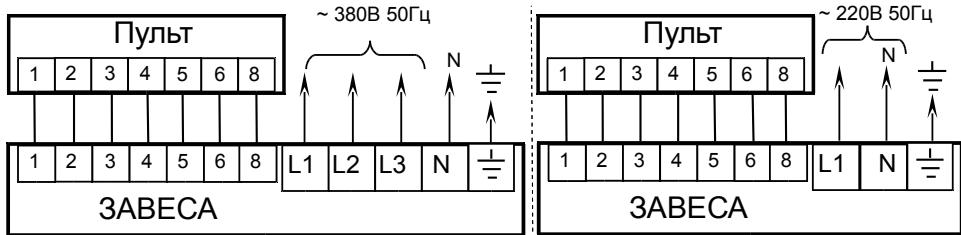

Рис. 3. Схемы подключения завес к электросети и пульту управления
- Подключить сетевой кабель и кабель управления согласно маркировке на клеммных колодках (см. схему подключения завесы к электросети и пульта на рис. 3.)